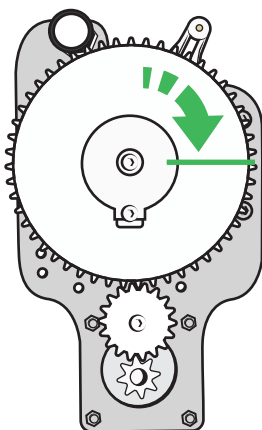

Figure 133
18. Tournez la grande molette d'un quart de tour dans le sens horaire. Voir Figure 133.